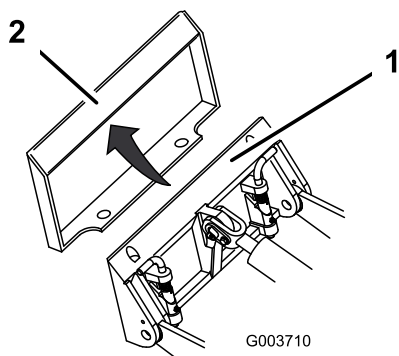

Figura 10
4. Coloque la placa de montaje debajo del reborde superior de la placa receptora del accesorio (Figura 10).